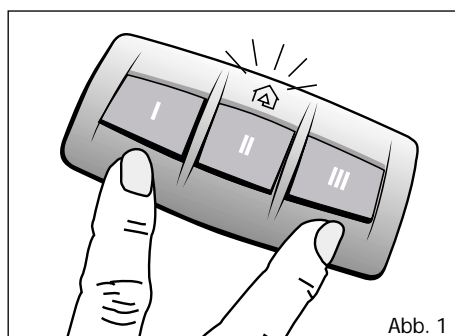

Abb. 1
- 1) Drücken Sie die beiden äußeren Tasten I und III und halten Sie diese gedrückt, bis die Leuchtdiode nach ca. 20 Sekunden zu blinken beginnt (Abb. 1).